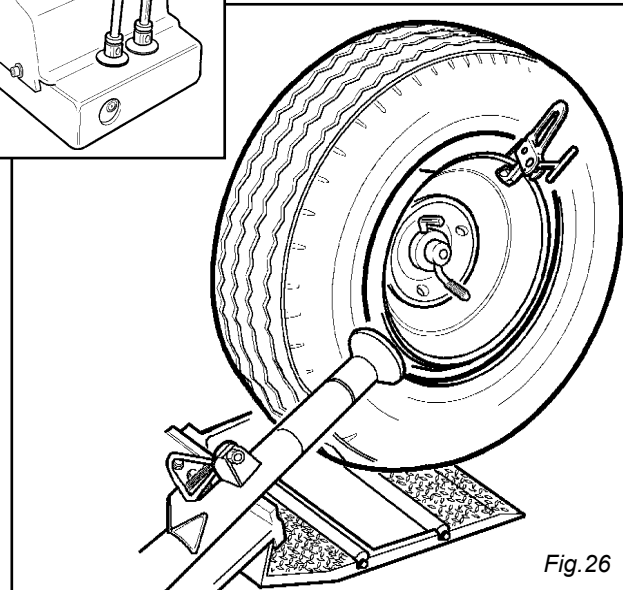

Fig. 26
- 9) Ruotare in senso orario lubrificando con apposito grasso e contemporaneamente fare avanzare il rullo a brevi scatti verso il centro del cerchio fino al completo inserimento del pneumatico sul cerchio. (Fig. 26).
- 9) Turn clockwise and grease with the proper grease. At the same time, let the roller move at brief steps towards the rim center until it is completely set on the rim (fig.26)
- 9) Вращайте зажимной фланец по часовой стрелке. Смажьте борта шины специальной смазкой и одновременно продвигайте монтажный ролик поступательными движениями к центру диска, до тех пор, пока шина не будет полностью установлена на диск. (Рис. 26).
- 9) Rechts drehen, indem schmieren und gleichzeitig das Rollenwerkzeug leicht stoßweise nach Felgenmitte vorrücken lassen, bis voller Einsetzung des Reifens (Abb.26).